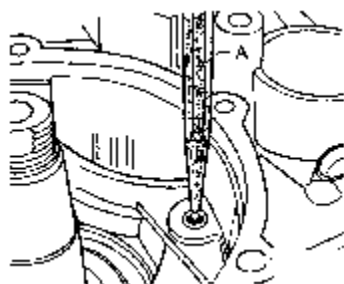

图 7-145 锤击定位杆轴
(2) 锤击定位杆轴。敲入轴, 使有螺纹的孔朝上, 用中心钻 A 通过敲击变速箱壳体来锁止轴, 如图 7-145 所示。